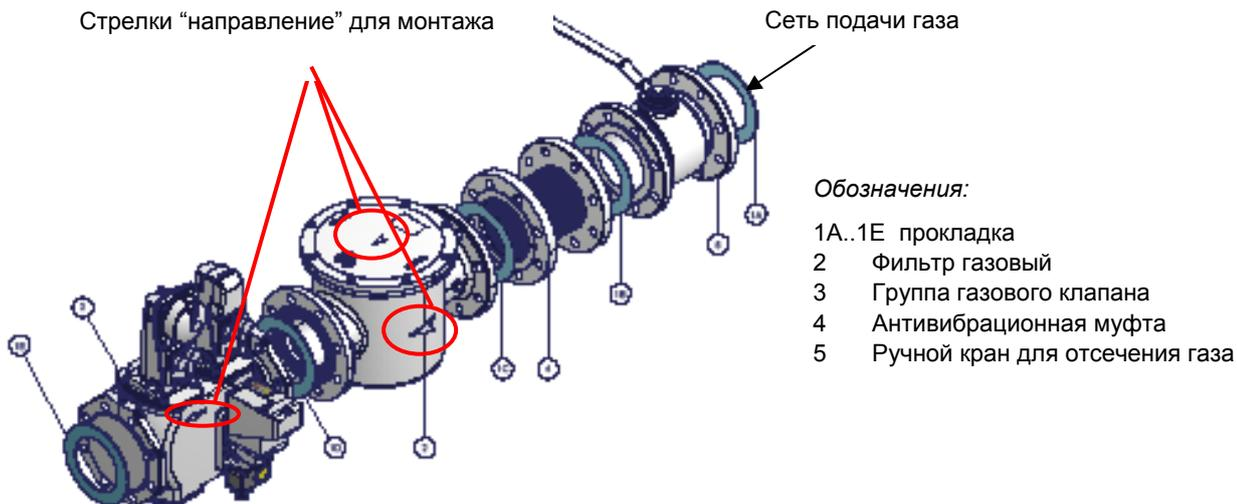

Рис. 2 - Пример газовой рампы
- 1-б) при фланцевых соединениях: между соседними компонентами устанавливать прокладку (1А..1Е - Рис. 2), совместимую с используемым газом,
**ВНИМАНИЕ:** после монтажа газовой рампы согласно схеме на Рис. 2, необходимо провести тестирование на герметичность газового контура, согласно требований действующих нормативов
**ВНИМАНИЕ:** после монтажа газовой рампы согласно схеме на Рис. 2, необходимо провести тестирование на герметичность газового контура, согласно требований действующих нормативов.